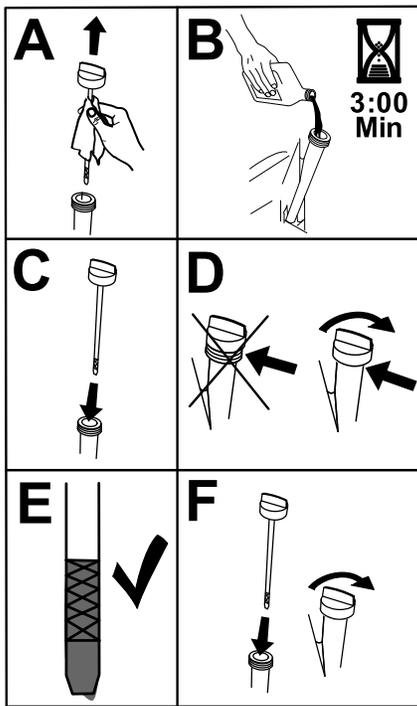

Figura 45
- Vierta lentamente un 80 % aproximadamente del aceite especificado por el tubo de llenado, luego añada lentamente el resto del aceite hasta que llegue a la marca Lleno (Figura 45).